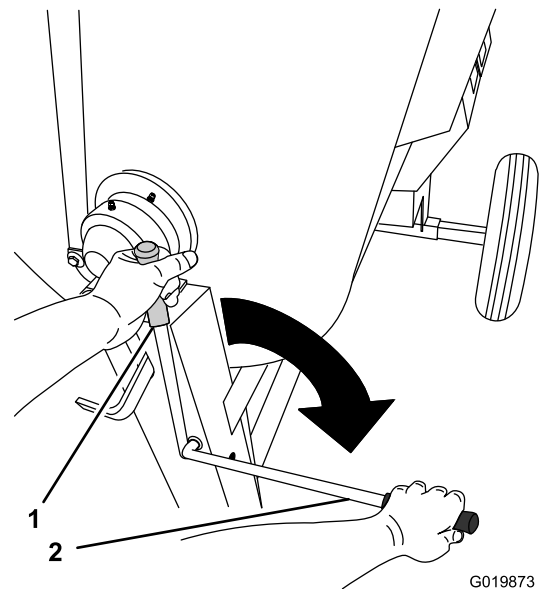

Figura 32
2. Mueva la palanca del embrague a la posición de **DESENGRANADO** (Figura 32).
5. Mueva la palanca del embrague a la posición de **ENGRANADO** (Figura 32).